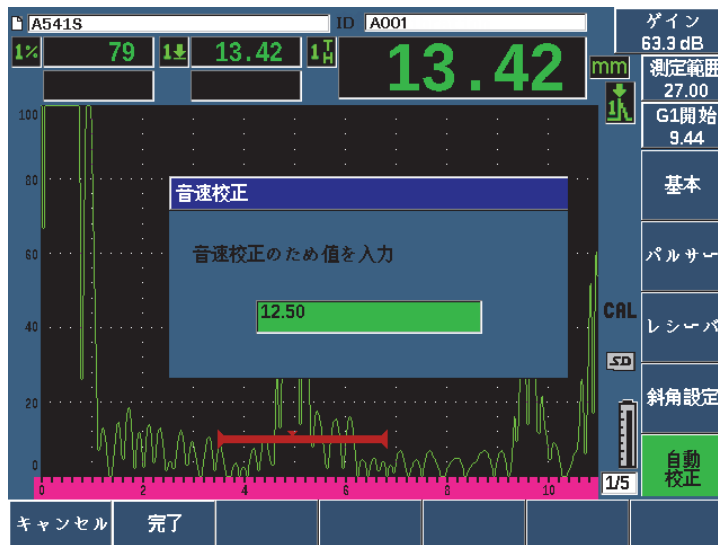

図 9-9 音速校正厚さ値の入力
16. 音速校正ボックスで、ゲートをクロスするエコーのすでに分っている厚さに調整します (この例では、0.500 インチ)。そして完了を選択し、校正手順を完了します (169 ページの図 9-9 参照)。